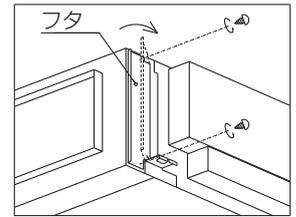

図 1
- (1) フィルターボックスのフタを閉めているネジ（2本）を外します。（図1）
- (2) フィルターボックス PAC-KE71・93・94TB 使用時